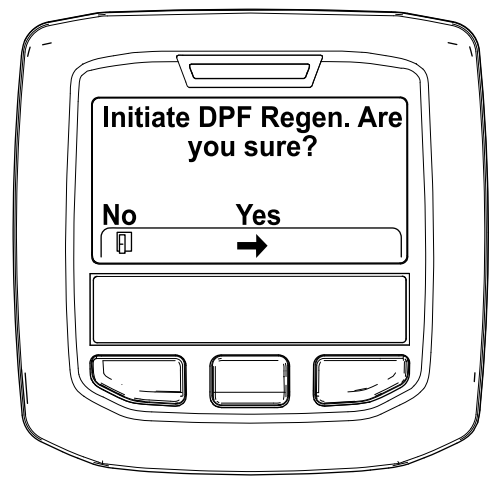

Figura 41
4. Cuando aparezca el mensaje "Initiate DPF Regen. Are you sure?" (Iniciar regeneración de DPF, ¿está seguro), pulse el botón central (Figura 41).